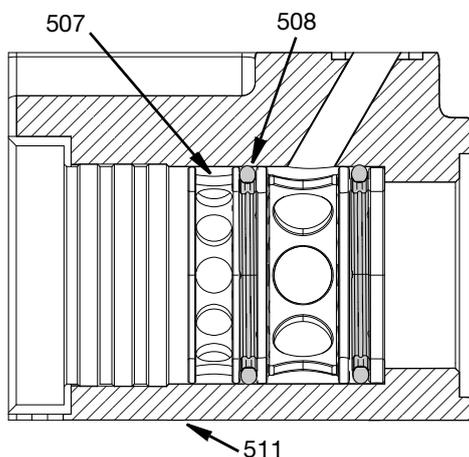

Рис. 23
- Установите распределительное кольцо для просачивания материала (507) в отверстие корпуса поворотного шарнира (511). Рекомендуется использовать **Инструмент для установки/удаления уплотнения для материала, 17V972** см. стр. 38 и молоток с мягким бойком. Прижмите распределительное кольцо для просачивания материала и вращающееся уплотнение (508) к опорному кольцу для материала (509). См. Рис. 23.